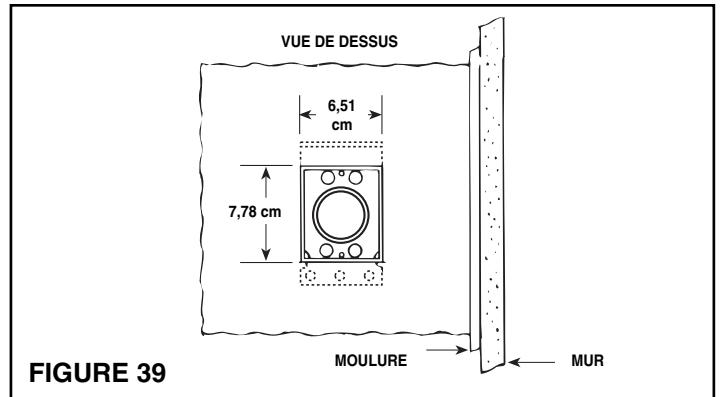

FIGURE 39
- Voyez les figures 39 et 40. Après avoir déterminé l'emplacement de la prise au sol, découpez un orifice rectangulaire de 7,78 cm X 6,51cm. Le point central de la prise doit être situé à au moins 6,35 cm du mur pour permettre l'ouverture du couvercle au moment de l'insertion du boyau.
- Déterminez la direction de la tuyauterie et attachez le raccord à bride approprié au support de montage avec les quatre (4) vis fournies. **Assurez-vous que la bride du support de montage ne rentre pas en contact avec la tuyauterie et que la soudure est bien en place.**